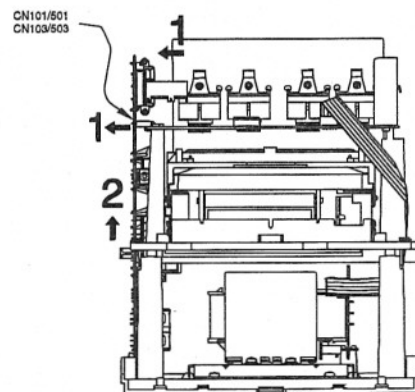

Fig. 13
- Empurre a PCI no sentido indicado na seta 1 até a PCI se desprender dos conectores CN101/CN103 (fig. 13).